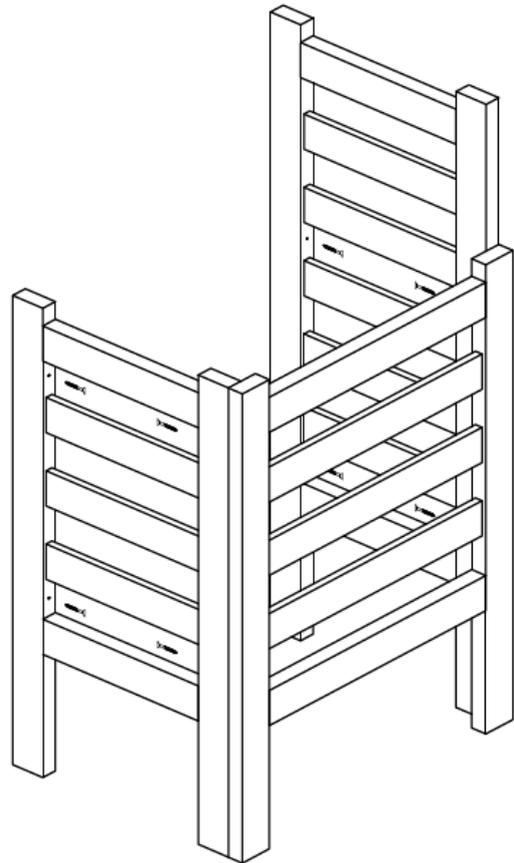

Abbildung 25
1. Zwei Seitenteile und Frontteil mittels vier Schrauben verbinden (Abbildung 25). Ein erhöhtes Seitenteil wird mitgeliefert, wenn das Ofenschutzgitter laut Liegenplan direkt an der Winkelliege montiert wird.
2. Das Ofenschutzgitter an das Wandelement schrauben (5 x 80 mm) (Abbildung 25).